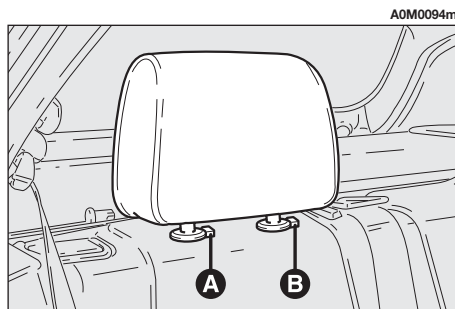
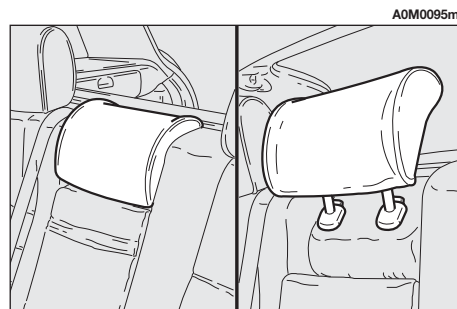

fig. 5
fig. 6
La vettura è equipaggiata con due poggiatesta per i posti laterali (**fig. 5**). A richiesta per versioni/mercati ove previsto, la vettura può essere dotata anche di un terzo poggiatesta per il posto centrale (**fig. 6**).
- Premere contemporaneamente i pulsanti (**A** e **B-fig. 5**) e rimuovere i poggiatesta.
- Per rimontare i poggiatesta mantenere premuti i pulsanti (**A** e **B-fig. 5**) ed infilarli completamente.